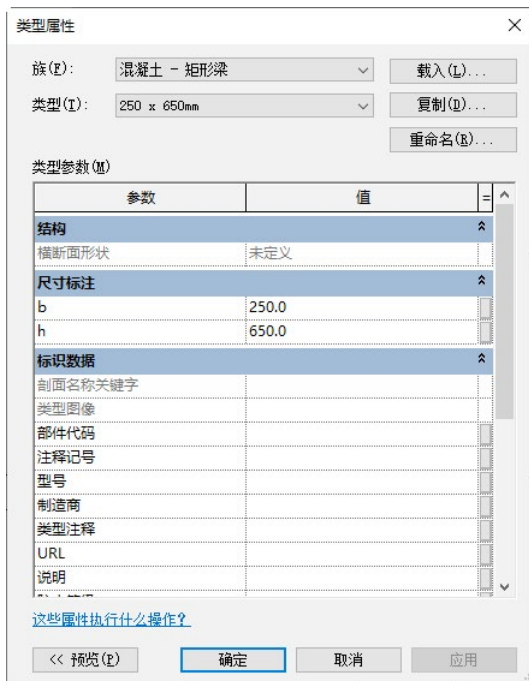

图 15-40 “类型属性”对话框
(7) 选择步骤(6)绘制的梁,在“属性”选项板中输入“起点标高偏移”和“终点标高偏移”为“-1200.0”,其他采用默认设置,单击“应用”按钮。
(8) 单击“结构”选项卡“结构”面板“梁”按钮,在“属性”选项板中单击“编辑类型”按钮,打开“类型属性”对话框,单击“复制”按钮,打开“名称”对话框,输入“名称”为“250×650mm”,单击“确定”按钮,返回“类型属性”对话框,更改“b”为“250.0”,“h”为“650.0”,其他采用默认设置,如图 15-40 所示,单击“确定”按钮。